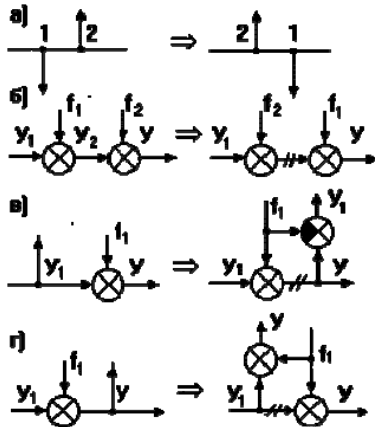

Рис. 26. Взаємні перестановки вузлів і суматорів
6. Можливі взаємні перестановки вузлів і суматорів: вузли можна міняти місцями (рис. 26, а); суматори теж можна міняти місцями (рис. 26, б); при перенесенні вузла через суматор необхідно додати порівнюючий елемент